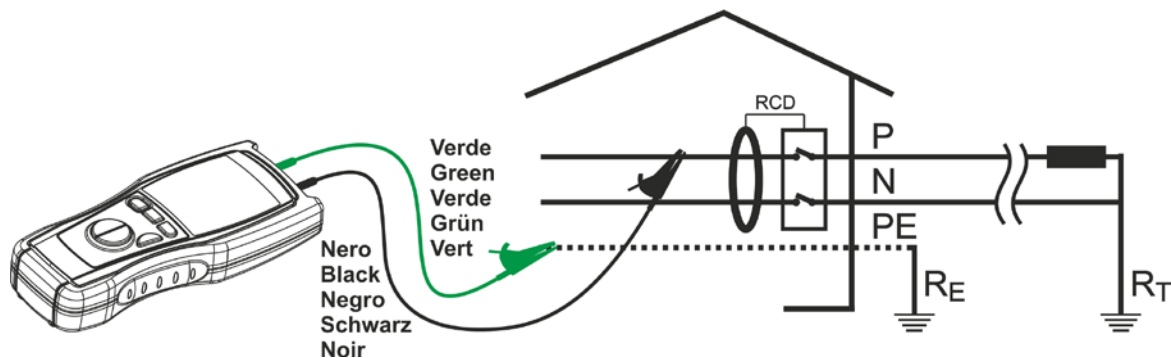

Abb. 12: Verbindung der Anschlüsse des Geräte beim RCD (FI) Test
6. Verbinden Sie das grüne Kabel mit dem Schutzleiter (Erde) und das schwarze Kabel mit dem Phasenleiter am Ende des zu testenden RCDs (FIs) Stromkreises (siehe Abb. 12)
6. Verbinden Sie das grüne Kabel mit dem Schutzleiter (Erde) und das schwarze Kabel mit dem Phasenleiter (wie in Abb. 12 gezeigt)
6. Stecken Sie das Schuko-Kabel in eine Steckdose (wie in Abb. 12 gezeigt). Die Abbildung zeigt die Verbindung zur Steckdose